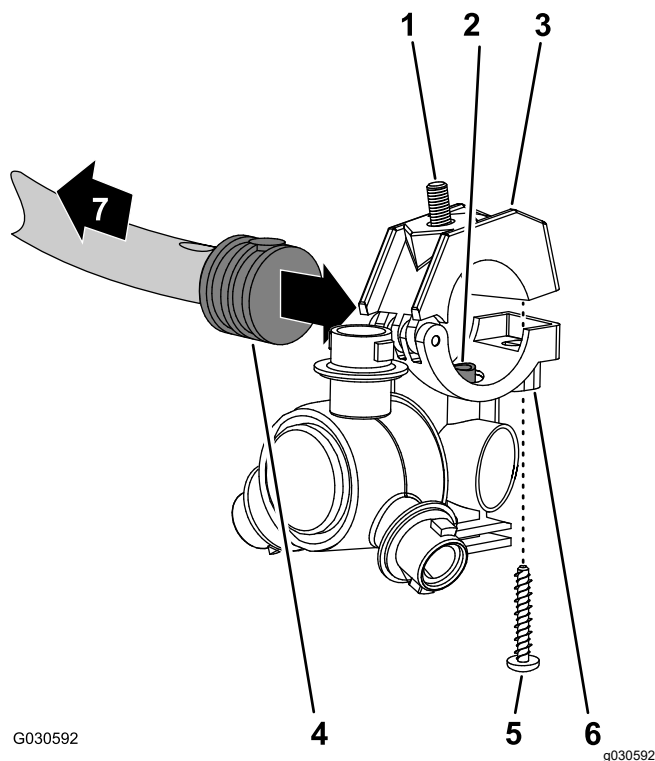
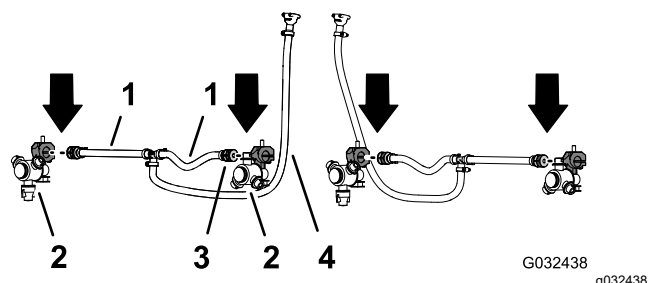

Рисунок 80
Рисунок 81
1. Возьмите распылительные сопла, снятые при выполнении пункта 12 Демонтаж шлангов распылительных сопел в системе с тремя секциями \(страница 35\), и выверните винты из нержавеющей стали, которые крепят верхние половины зажимов к опорам (Рисунок 80).
2. Найдите отверстие в боковой части хвостовика одностороннего шлангового штуцера типа «елочка», установленного в конце шланга длиной 25 см, входящего в состав шлангового узла (клапан опрыскивателя 5 или 6), для средней секции стрелы (Рисунок 80 и Рисунок 81).
3. Совместите трубу для перекачивания в опоре распылительного сопла (Рисунок 80) с отверстием в боковой части хвостовика одностороннего шлангового штуцера типа «елочка» (1/2 дюйма).
4. Установите верхнюю половину зажима поверх хвостовика штуцера типа «елочка» и закрепите половину зажима и корпус распылительного сопла (Рисунок 80) с помощью винта из нержавеющей стали (№ 12 x 1 1/4 дюйма); затяните винт из нержавеющей стали с моментом от 226 до 282 Н·м.
5. Повторите пункты с 2 по 4 для хвостовиков односторонних штуцеров типа «елочка» других узлов шлангов (клапаны опрыскивателя 5 или 6) в средней секции стрелы (Рисунок 80 и Рисунок 81).